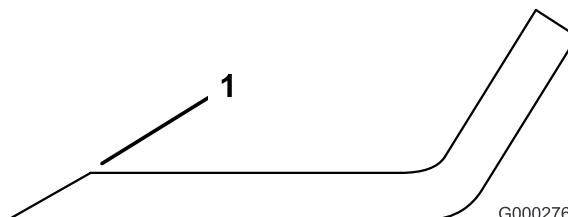

Figura 32
3. Esamineate i taglienti di tutte le lame, e affilateli se fossero ottusi o scheggiati. Affilate soltanto la parte superiore del tagliente e mantenete l'angolo di taglio originale per garantire l'affilatura (Figura 32). La lama rimane bilanciata soltanto se viene rimossa una quantità uguale di metallo da entrambi i taglienti.